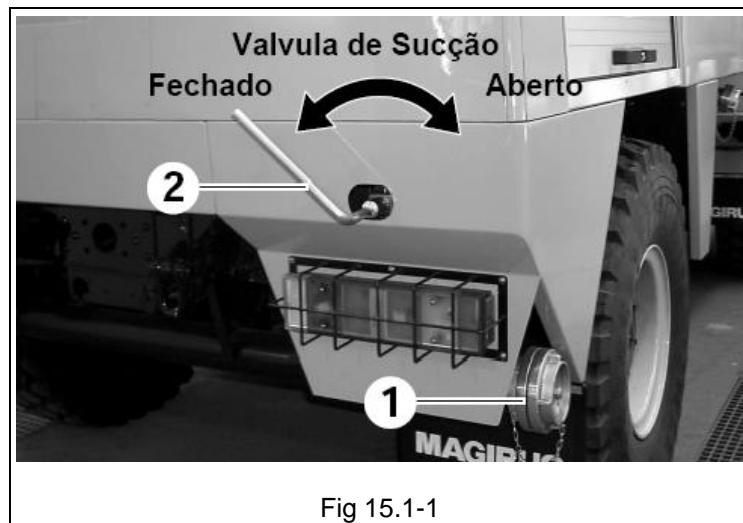

Fig 15.1-1
- Abra manualmente o órgão de obturação Sucção do exterior na parte traseira do veículo (Fig 15.1-1, Pos. 2).